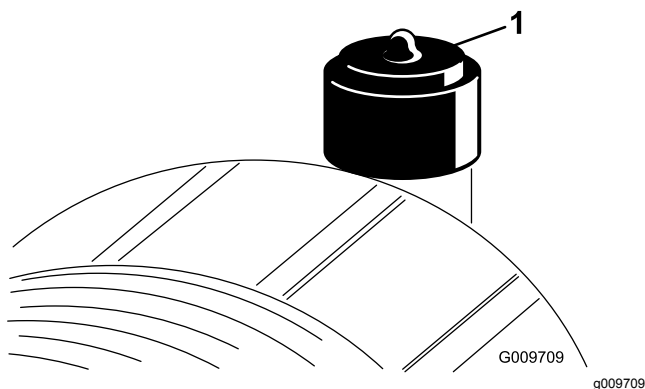

Figure 69
Faites l'entretien du filtre à air uniquement quand l'indicateur de colmatage indique que cela est nécessaire (Figure 69). Ne remplacez pas le filtre à air plus fréquemment que nécessaire ; cela ne fait qu'accroître le risque de contamination du moteur par des impuretés quand le filtre est déposé.
2. Réarmez l'indicateur de colmatage (Figure 69) s'il est rouge.